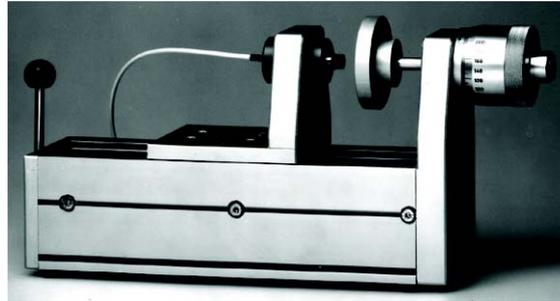

Abb. 5.2: Mikrometerkalibriervorrichtung
- 1) Spezielle Mikrometer-Kalibriervorrichtung mit nichtdrehender Mikrometerspindel (Abb. 5.2, als Zubehör lieferbar), oder